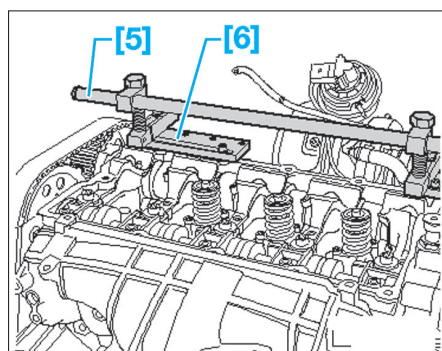

Fig. 47
- [5]. Dispositif de montage pour soupapes (ref. 2036) (Fig.47).
- [6]. Plaque de fixation du dispositif de montage pour soupapes (ref. 2036/1) (Fig.47).
• Mettre en place les outils [5] et [6] sur la culasse (Fig.47).